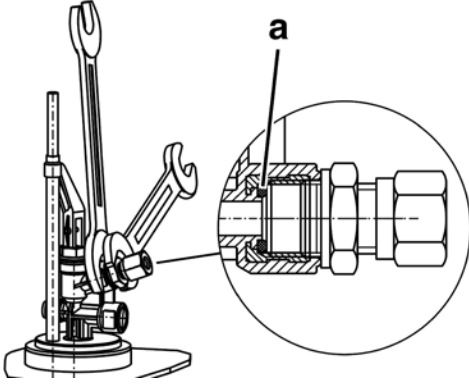

Bild 3: Rohrverschraubung montieren
3. Mit Schlüssel SW 24 an der Armatur gegenhalten und Rohrverschraubung mit maximal 20 Nm anziehen (Bild 3).